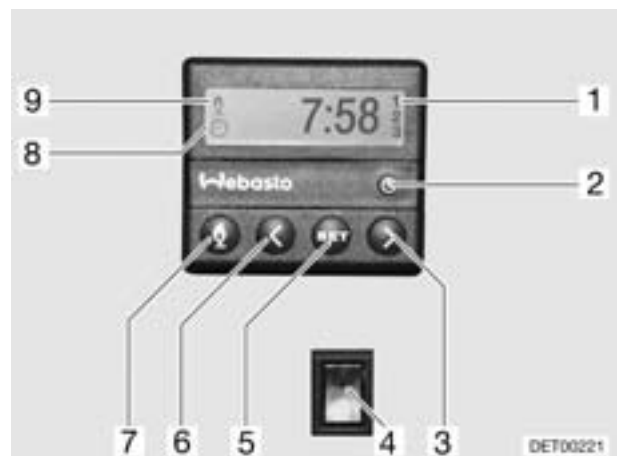

Bild 134 Bedieneinheit für Standheizung
- Taste (Bild 134,7) drücken. Der Heizbetrieb wird durch das Symbol (Bild 134,9) angezeigt.
- Taste (Bild 134,7) drücken. Das Symbol (Bild 134,9) erlischt.
- Schalter (Bild 134,4) unten drücken. Motor wird vorgewärmt.
- Schalter (Bild 134,4) oben drücken. Motor bleibt kalt.
- Taste (Bild 134,2) drücken. Die Uhrzeiteinstellung wird durch das Symbol (Bild 134,8) angezeigt.
- Mit den Tasten (Bild 134,3 und 6) die Uhrzeit einstellen.
- Taste (Bild 134,5) drücken.
- Innerhalb von 10 Sekunden mit den Tasten (Bild 134,3 und 6) die Einschaltzeit einstellen.
- Taste (Bild 134,5) so oft drücken, bis die gewünschte Programmnummer (Bild 134,1) im Display angezeigt wird.